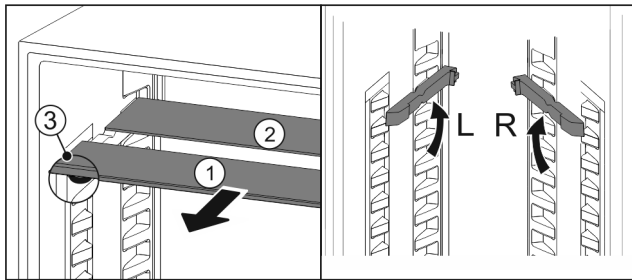

Fig. 86
- ▶ Sortir les tablettes par l'avant Fig. 86 (1).
- ▷ La tablette en verre Fig. 86 (1) avec bordure décorative est située à l'avant.
- ▷ Les butées Fig. 86 (3) sont orientées vers le bas.